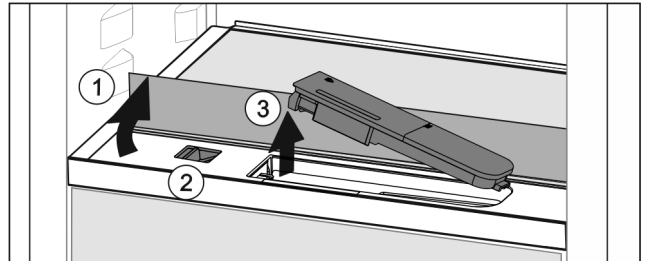

Fig. 35
- ▶ Glasplaat heffen en tot de aanslag naar achter klappen Fig. 35 (1).
- ▶ Schuif Fig. 35 (2) naar links schuiven.
- ▶ Waterreservoir eruit halen Fig. 35 (3).